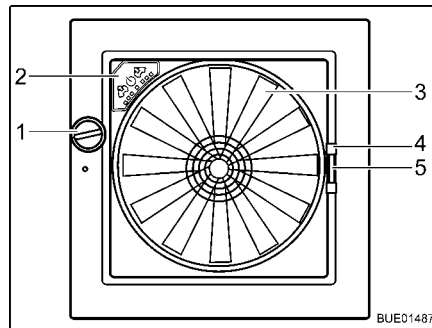

Bild 115 Taklucka Omni-Vent
- Öppna:** ■ Vrid på vredet (Bild 115,1) tills önskad öppningsvinkel har nåtts.
- Stänga:** ■ Vrid på vredet (Bild 115,1) tills takluckan är helt stängd.
- Stänga:** ■ Dra insektsskyddet i handtaget (Bild 115,4) till motstående ramsida.
- Stänga:** ■ Tryck ihop mörklägningsgardinens handtag (Bild 115,5).
- Fläkt** När takluckan är öppen kan kupén ventileras och vädras med fläkten (Bild 115,3) i 6 nivåer. Fläkten regleras via reglagen (Bild 115,2).